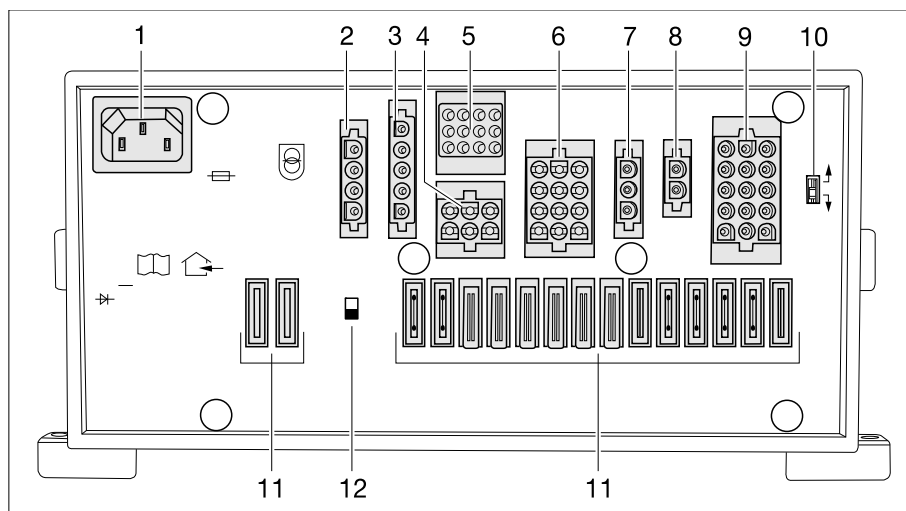

Fig. 261 Bloc électrique (EBL 119)
- ▷ L'interrupteur-séparateur de batterie (Fig. 261,12) coupe du réseau 12 V tous les consommateurs raccordés au bloc électrique.
- ▶ Si le sélecteur de batterie (Fig. 261,10) est mal réglé, il peut se former du gaz détonant. Risque d'explosion !
Avec le sélecteur de batterie (Fig. 261,10), on peut régler le chargeur dans le bloc électrique sur le type de la batterie de cellule incorporée dans le véhicule ("plomb acide", "plomb gel" ou AGM).